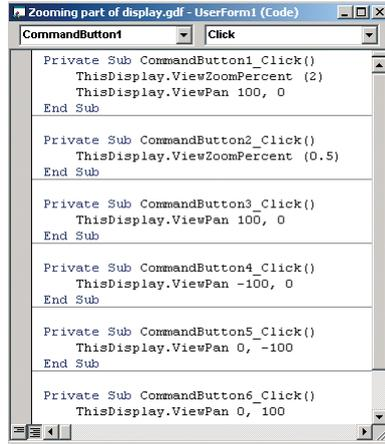

Рис. 17. Программы для кнопку управления в пользовательской форме
3. Ввести текст программы (листинг 4) для каждой из кнопок управления (содержит команду масштабирования или прокрутки, рис. 17).